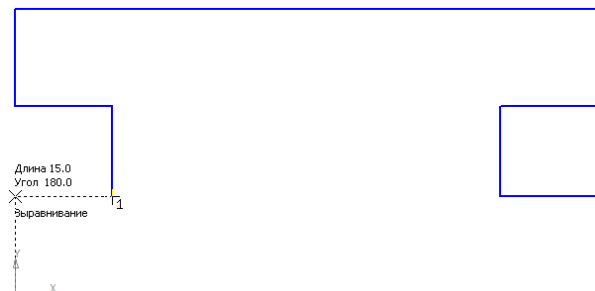

Рис. 9
- повторите предыдущий пункт и выровняйте отрезок по вертикали (рис. 9);